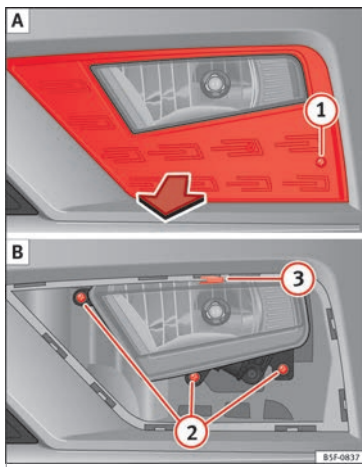
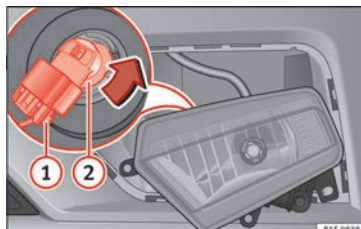

Fig. 109 Farol de nevoeiro: extrair a grade.
Fig. 110 Farol de nevoeiro: desmontar o porta-lâmpadas
1. Retire o parafuso » **Fig. 109** ① **A** da grade do farol de nevoeiro utilizando uma chave de fendas e extraia a grade.
2. Retire os 3 parafusos » **Fig. 109** ② **B**.
3. Retire o grampo metálico que se encontra na parte superior do farol de nevoeiro, puxando para fora do veículo ③ **B** e retire o farol de neblina.
4. Retire o conector » **Fig. 110** ① da lâmpada.
5. Rode o porta-lâmpadas ② para a esquerda e puxe.